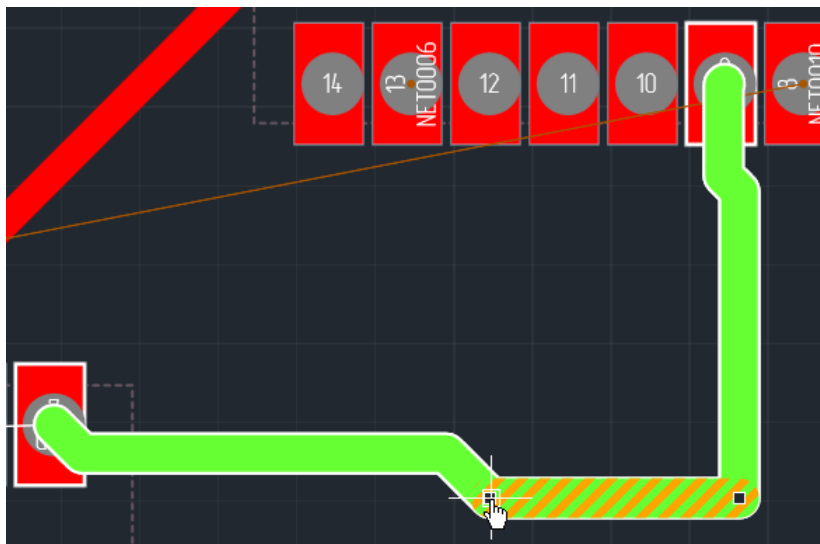

Рис. 227 Курсор при перемещении конечной точки сегмента
2. Навести курсор на конечную точку сегмента, которую требуется переместить, при этом курсор должен изменить свою форму, см. Рис. 227.